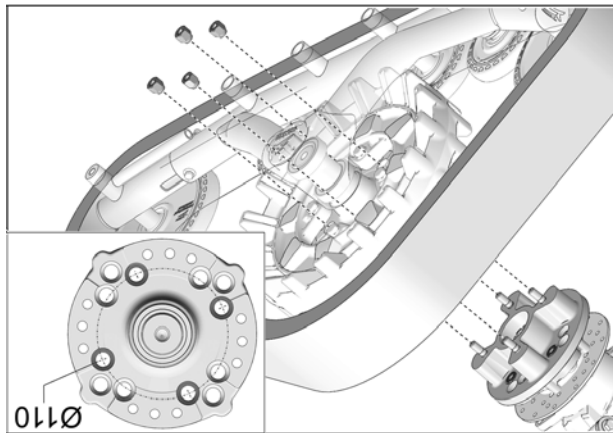

Fig. 10
10. Fixer le système de traction au moyeu de roue arrière. Utiliser le cercle de perçage de $\varnothing 110$ mm et les écrous de roue d'origine du véhicule. Fig. 10
9. Installer les espacers (C) sur les moyeux arrière du véhicule. Utiliser les écrous de roue (D) M10 x 1,25 fournis dans l'ensemble d'installation. Voir la Fig. 10